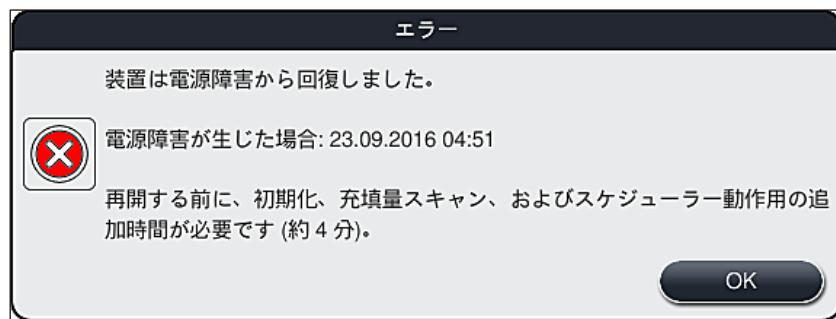

図 104
- ① 装置の再起動後、自動的に表示される最初の情報メッセージでは、電源障害の時刻が表示されます（→「図 104」）。このメッセージを確認して「OK」ボタンを押すと、染色処理を継続するための追加の指示が出ます。